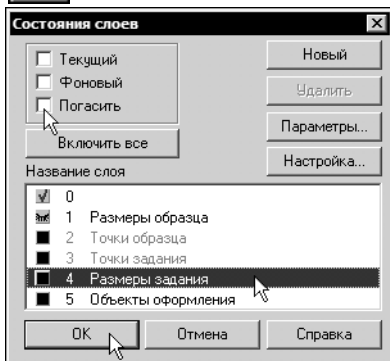

Рис. 62.21. Погашение слоя
10.2. В появившемся диалоге включите опцию **Погасить** для слоя номер 4 (рис. 62.21) и закройте диалог.